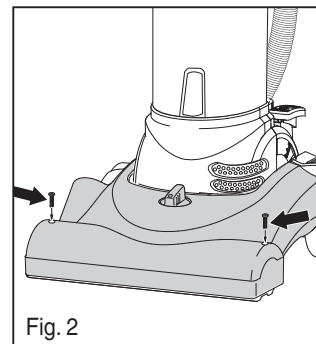

Fig. 2
- 2) Saque los 2 tornillos del lado delantero de la cubierta del cepillo de rodillo (Fig. 2).
- 7) Vuelva a colocar la cubierta del cepillo de rodillo y los 2 tornillos (Fig. 2).
- 2) Para revisar la base, saque los 2 tornillos y la cubierta del cepillo de rodillo. Use un dedo para despejar el bloqueo de la base. (Fig 2).